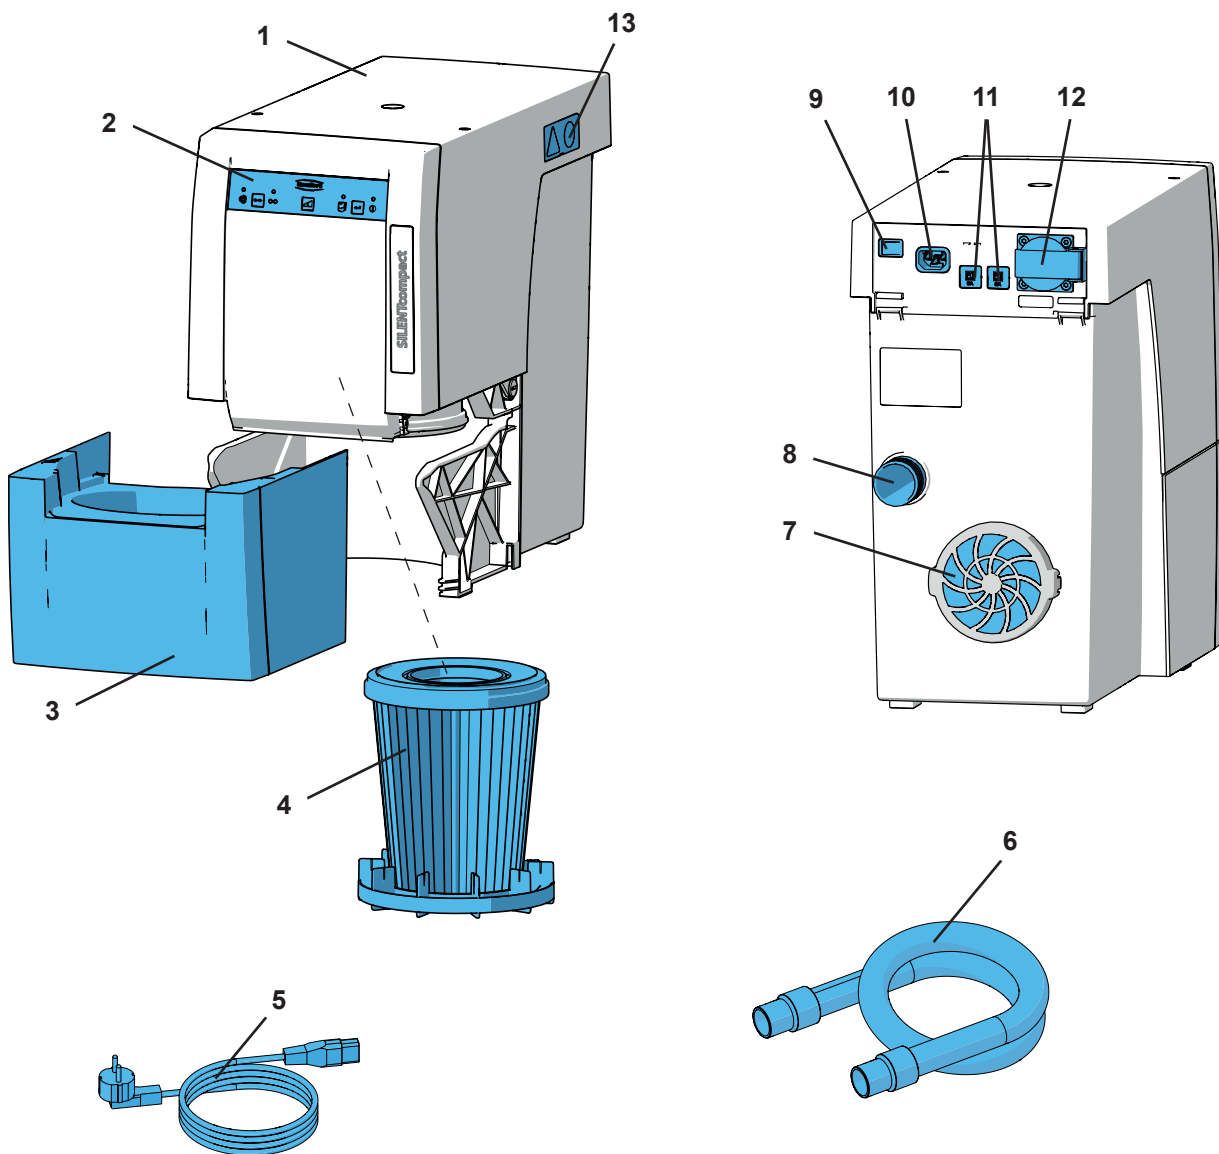

Abb. 1
- der Abluftaustritt (7, Abb. 1) nicht behindert wird.
- ⇒ Gerät am Ein- / Aus-Schalter (9) ausschalten.
- ⇒ Netzkabel (5, Abb. 1) in Netzanschluss (10) einstecken.
- ⇒ Saugschlauch (6, Abb. 1) auf den Saugstutzen (8) stecken.